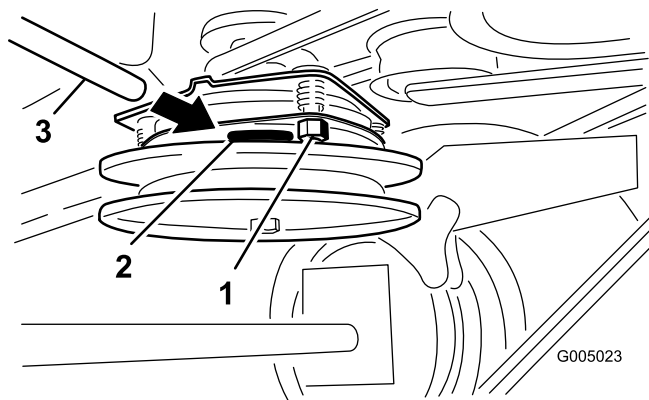

Рисунок 40
2. Затяните контргайки так, чтобы калибр был немного прижат, но его можно было легко перемещать в зазоре (Рисунок 40).